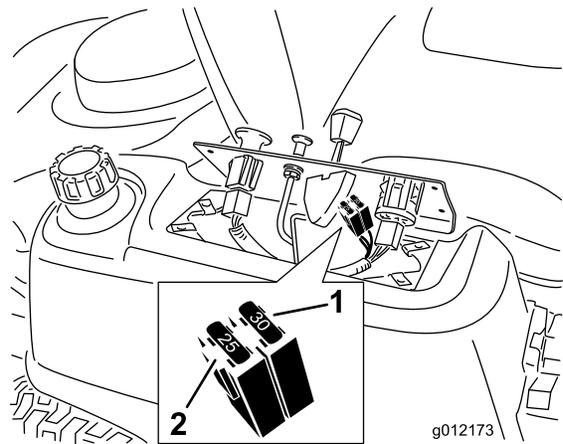

Bild 41
2. Heben Sie das Armaturenbrett an, um an den Hauptkabelbaum und den Sicherungsblock zu gelangen (Bild 41).
3. Ziehen Sie die Sicherung zum Wechseln heraus (Bild 41).